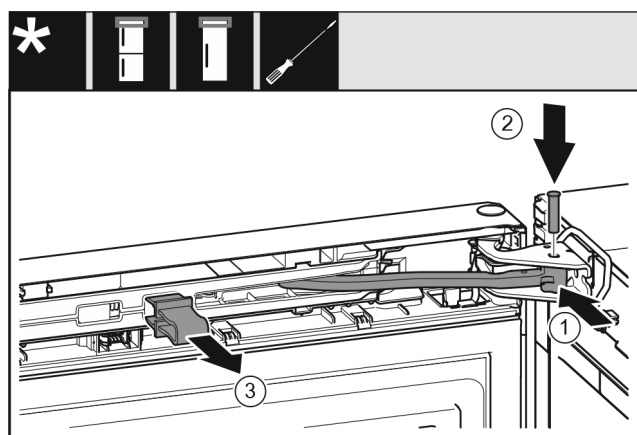

Fig. 30
- ▶ Rotiți articulația Fig. 30 (1) în suportul de lagăr.
- ▶ Introduceți bolțul Fig. 30 (2) în suportul de lagăr și articulație. Urmăriți ca respectiva camă de fixare să fie așezată corect în canelură.
- ▶ Detașați siguranța Fig. 30 (3).